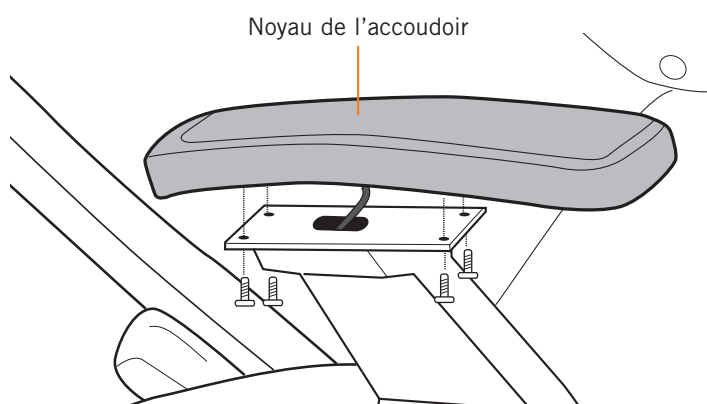

Fig.8
4. Fixez l'âme de l'accoudoir en utilisant les quatre vis et la clé hexagonale (fournie) (Fig.8).